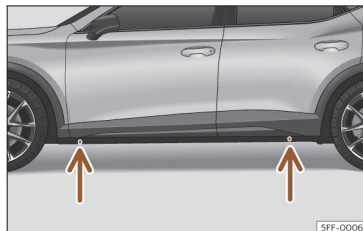

Fig. 238 Pontos de apoio do macaco.
- Procure na longarina a marca do ponto de apoio do macaco (zona afundada) mais próximo da roda a substituir >>> **Fig. 238.**